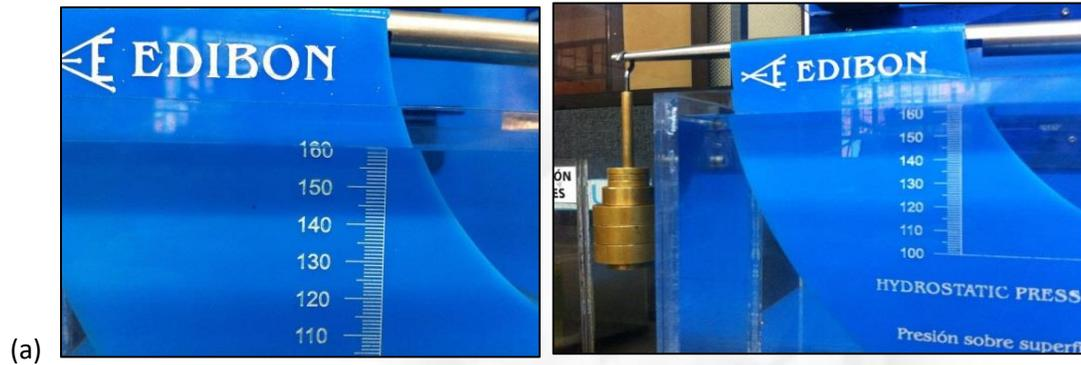

Figura 14. Incrementación del peso para inmersión total (Fuente: Propia)
- 4.2.1. Con el nivel del agua sobre la arista de la cara cuadrada (E), incrementar el peso sobre el platillo de balanza (D) y añadir agua lentamente, hasta que el brazo basculante recupere la posición horizontal. (Figura 14)